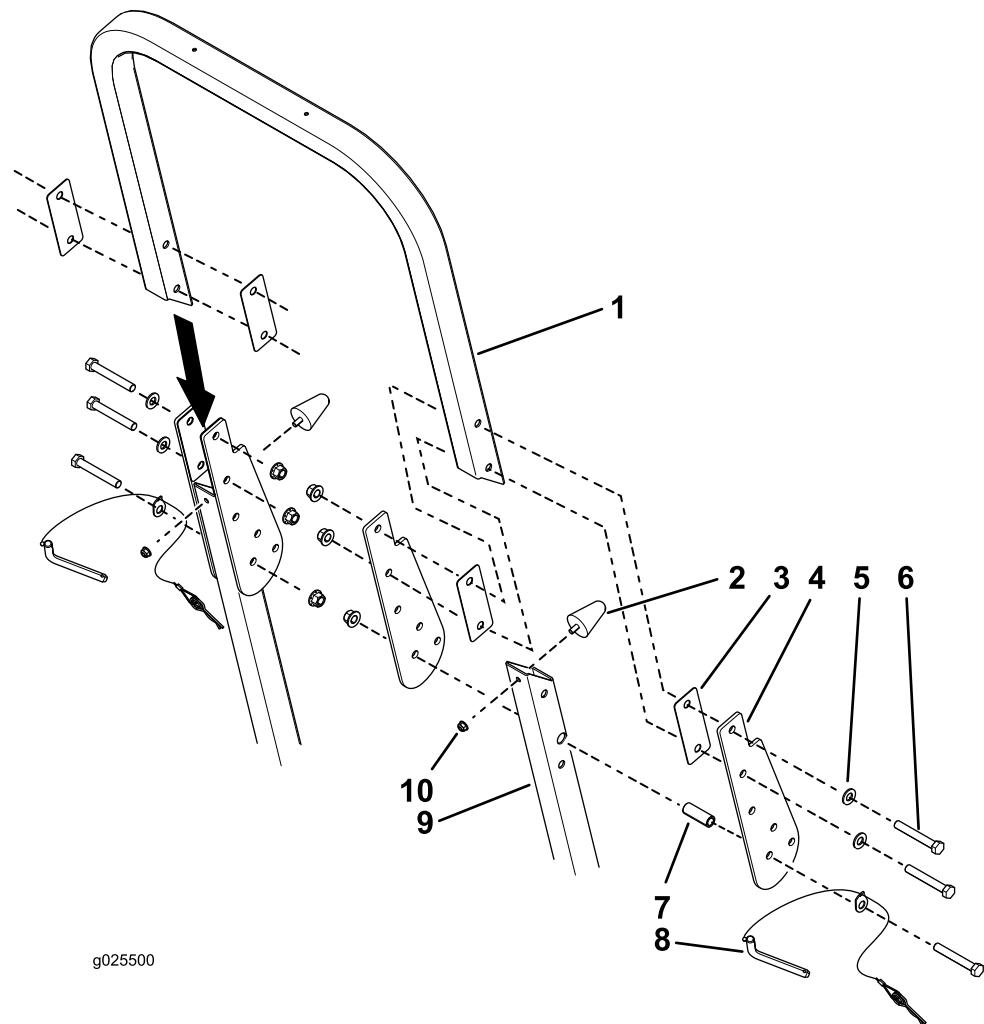

Bild 1
2. Befestigen Sie den Gummianschlag mit zwei Muttern (5/16") am unteren Teil des Überrollschatzes (Bild 1).
3. Befestigen Sie die Schwenkhalterungen und Distanzstücke mit den vorher entfernten Muttern und Schrauben am oberen Teil des Überrollschatzes (Bild 1)
4. Befestigen Sie den oberen Teil des Überrollschatzes, das runde Distanzstück und den Stift mit den vorher entfernten Muttern und Schrauben am unteren Teil des Überrollschatzes (Bild 1)